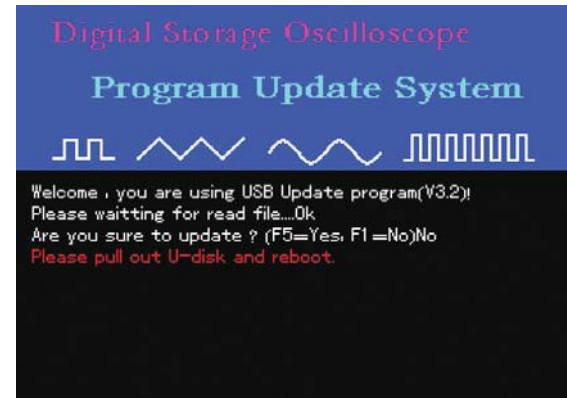

Figura 5-15
10. Durante la actualización, si desea cancelar la actualización después de que el sistema ha determinado que el paquete es correcto, presione F1 para salir. El indicador de la figura 5-15 aparecerá: Por favor retire el disco U y reinicie”.